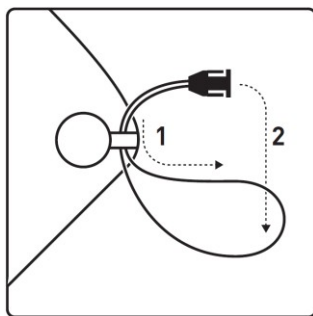

Fig. 13. Mise en place de la sangle
Fixer les deux boucles de la sangle aux deux œillets de fixation (1) de l'appareil et relier la sangle aux clips de réglage (2). Régler la longueur de la sangle à la valeur adéquate correspondant à la taille du patient (fig. 13).